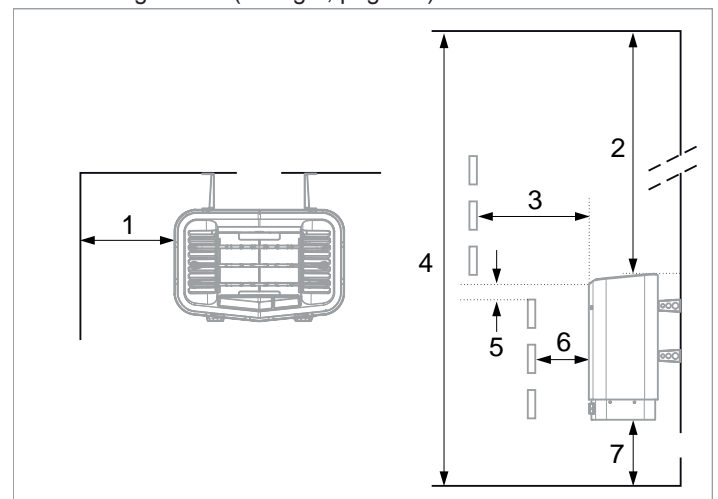

Fig 2: Emplacement du poêle – montage normal
- à une distance suffisante du sol, des cloisons latérales et des aménagements (cf. Fig 2, page 13).